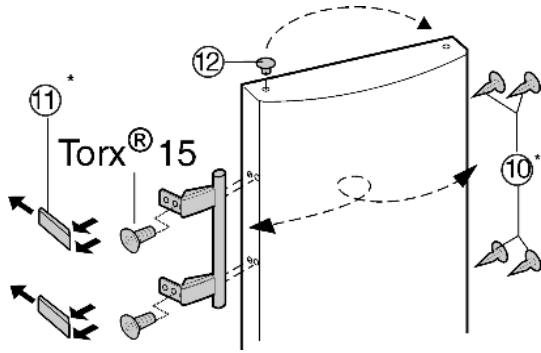

Fig. 9
- ▶ Az ajtó csapágyperselyéből emelje ki és helyezze át a tömítéseket Fig. 9 (12).
- ▶ Szerelje le az ajtó fogantyúját, a tömítéseket Fig. 9 (10) és a nyomólemezeket Fig. 9 (11), és helyezze át az ellenkező oldalra.